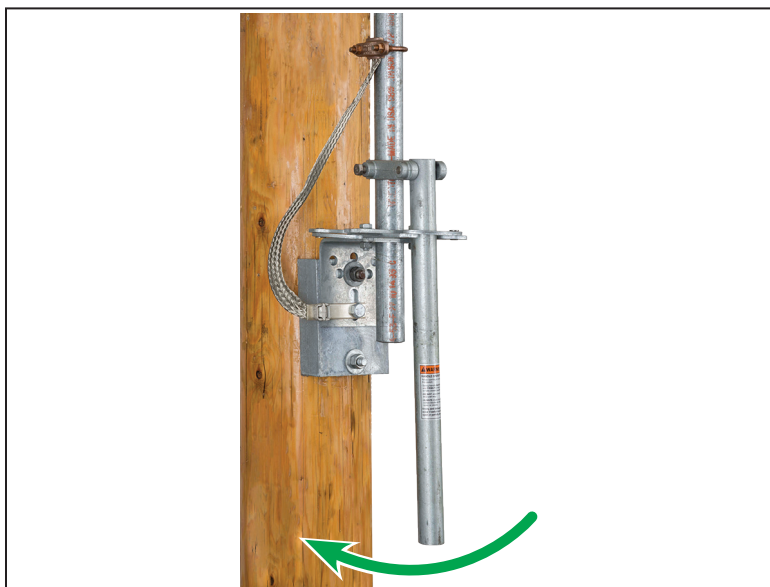

Figura 25. Verificación de la cuerda.
- (d) Empuje la palanca hacia la posición de cerrado al tope. Deberá tomar una fuerza significativa para asegurar la palanca dentro de la posición de cerrado al tope. La palanca estará firmemente presionada contra el lado izquierdo de la placa del tope de cerrado. Esta presión sostendrá la fuerza de torsión en el tubo, creando la cuerda deseada. Mueva la palanca hacia la posición de **Abierto** para verificar que ajuste dentro de la placa de tope abierta. Vea la Figura 25.